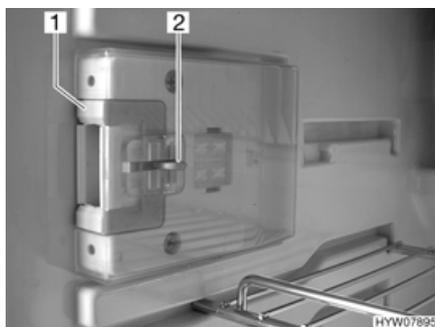

Bild 187 Verschlusseinrichtung
■ Die Entriegelung (Bild 187,2) eindrücken.
■ Die Verschlusseinrichtung (Bild 187,1) nach vorn schieben (Bild 188).